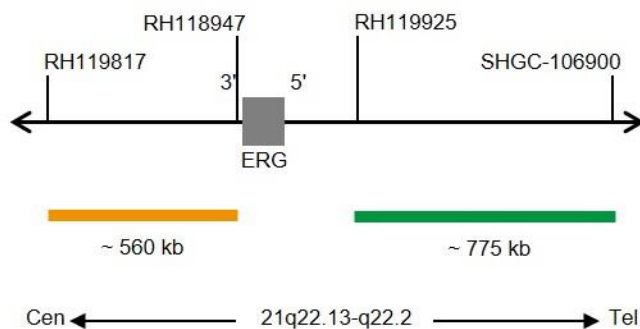

Fig. 1: SPEC ERG Mappa della sonda (non in scala)
- Polinucleotidi (~10 ng/μl) marcati con ZyGreen (eccitazione 503 nm/emissione 528 nm), le cui sequenze target mappano in 21q22.2* (chr21:40,078,039-40,850,582) distali al punto di rottura di ERG (vedere Fig. 1).
- Polinucleotidi (~4.5 ng/μl) marcati con ZyOrange (eccitazione 547 nm/emissione 572 nm), le cui sequenze target mappano in 21q22.13-q22.2* (chr21:39,171,790-39,733,849) prossimali al punto di rottura di ERG (vedere Fig. 1).